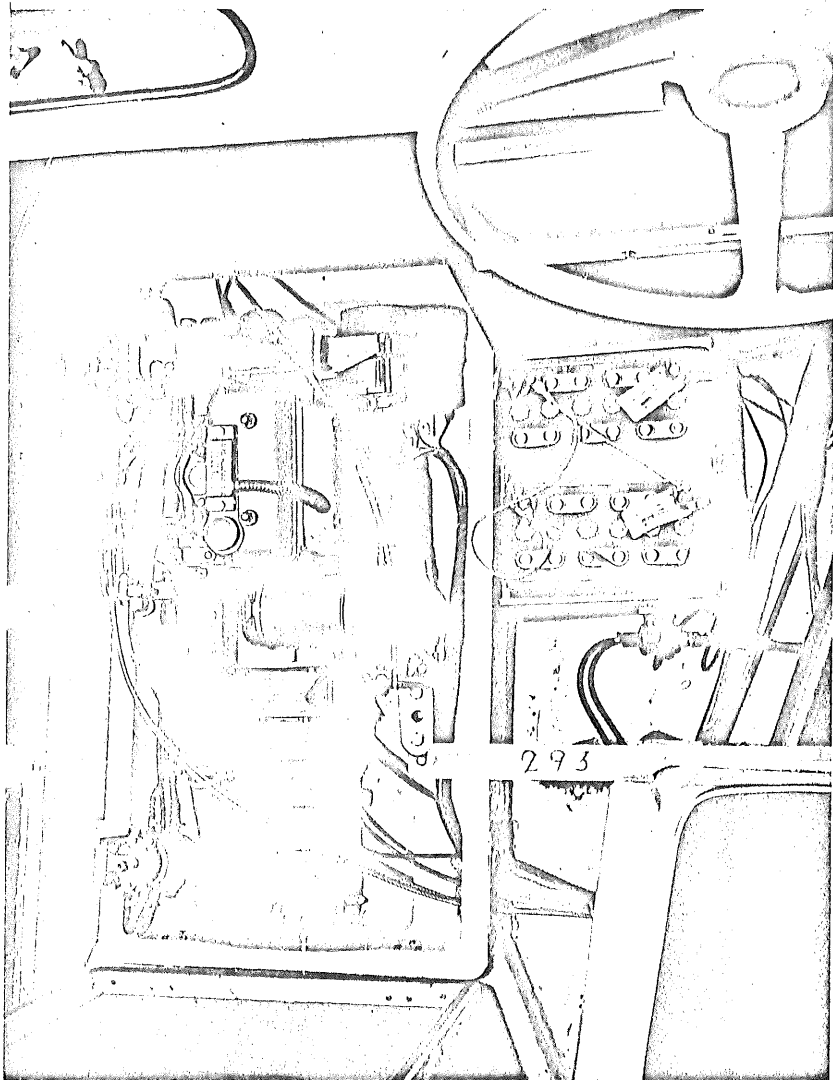

Fig. 15. Motorinstallation och batterier.
1. Lossa förarsätet och lyft bort det. Lyft bort sittbrunnsturkarna samt durken över batterilådan (under förarplatsen). Lossa motorhuvens spännen och fäll huvan akteröver (fig. 15).